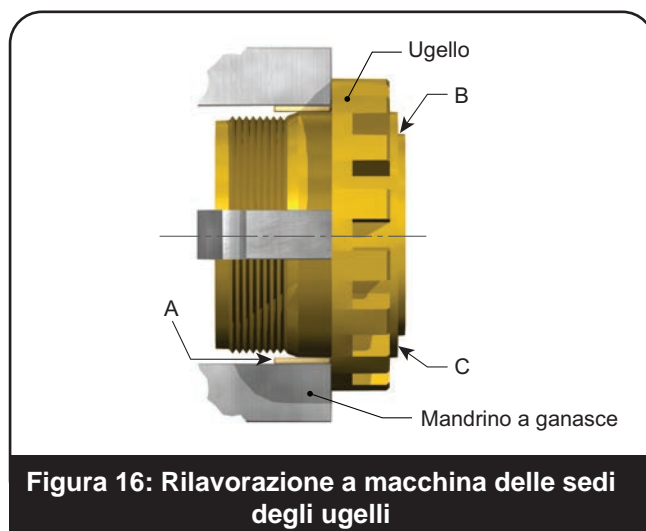

Figura 16: Rilavorazione a macchina delle sedi degli ugelli
1. Afferrare l'ugello in un mandrino indipendente a quattro ganasce (o pinza, se appropriato) utilizzando un pezzo di materiale soffice come rame o fibra tra le ganasce e l'ugello (Figura 16).
2. Allineare l'ugello in modo che le superfici contrassegnate con B e C funzionino correttamente entro 0,001" (0,03 mm) sull'indicatore (Figura 16).